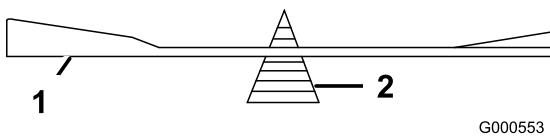

Figure 52
- Vérifiez l'équilibre de la lame en la plaçant sur un équilibrEUR (Figure 52).